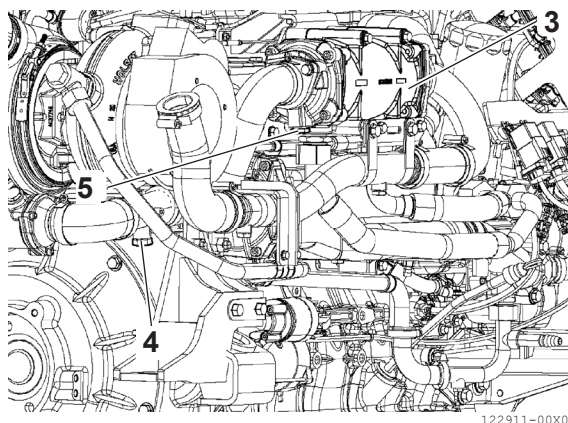

Figura 5
3. Ripetere la procedura per gli anodi (**Figura 5, (4)**) e (**Figura 5, (5)**) situati vicino allo scambiatore di calore acqua di mare/olio (**Figura 5, (3)**).
- Serrare l'anodo (**Figura 5, (4)**) alla coppia specificata: 25 N·m.
- Serrare l'anodo (**Figura 5, (5)**) alla coppia specificata: 30 +/- 3 N·m.